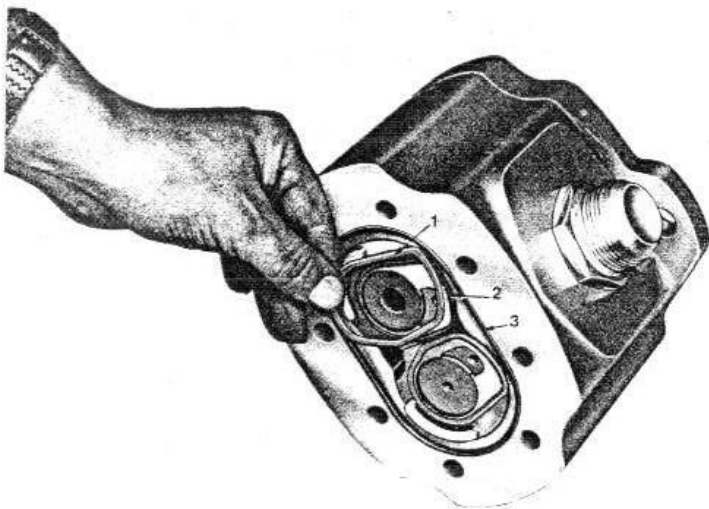

FIG. 4
- 4 - (figure 4) - Retirer les joints en nylon (1), les joints (2 et 3).